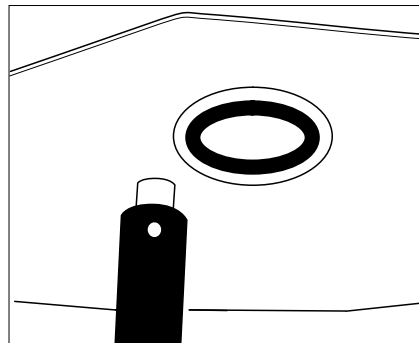

fig. 24
- ✓ Hacer una maniobra de apertura. Verificar que el indicador de posición señale el estado "abierto" (ver § 6, fig.24 y 25 pág. 11).
- ✓ bien la inscripción "ABIERTO" de color verde (fig. 24 y 25).